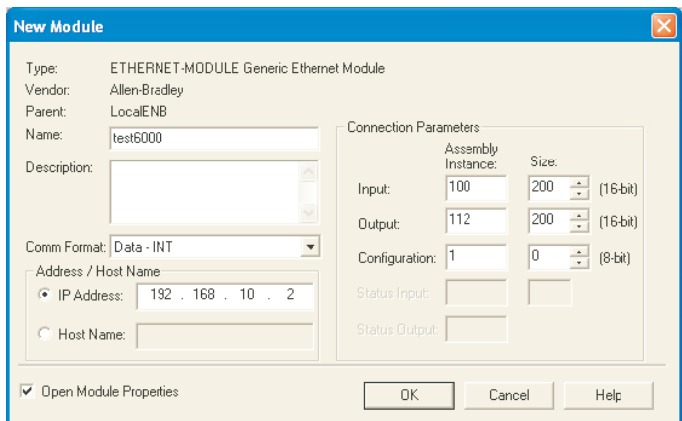

Abbildung 4.3.21p Parameter eingeben
4. Geben Sie in der aufgerufenen Parameter Seite (Abbildung 4.3.21p) den Namen des Moduls ein und setzen Sie die folgenden Werte: